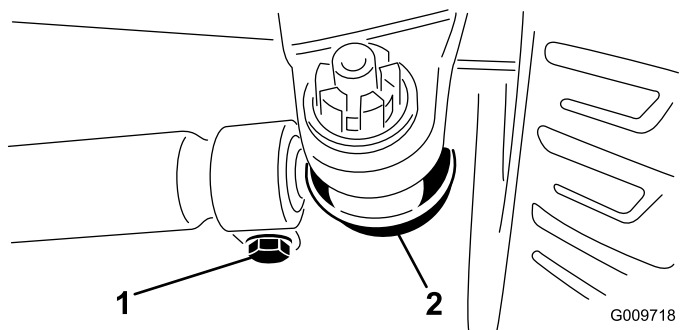

Figure 101
3. Pour le régler le pincement, retirez la goupille fendue et l'écrou de l'une des rotules de biellette (Figure 101).
5. Desserrez les fixations aux deux extrémités des biellettes (Figure 101).